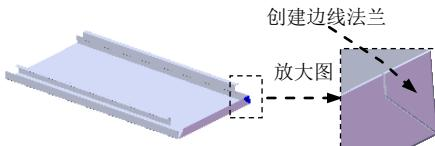
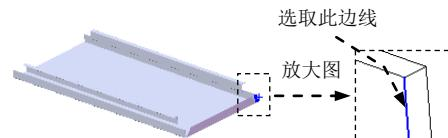

图 17.6.18 创建边线一法兰 10
图 17.6.19 定义特征的边线
Step10. 创建图 17.6.18 所示的边线一法兰 10。
- (1) 选择命令。选择下拉菜单 **插入(I)** → **钣金(B)** → **边线法兰(E)...** 命令，系统弹出“边线法兰”对话框。
- (2) 定义特征的边线。选取图 17.6.19 所示的模型边线为生成的边线法兰的边线。
- (3) 定义法兰参数。在 **角度(G)** 区域中的 **文本框** 中输入角度值 90.0。在“边线法兰”对话框 **法兰长度(L)** 区域的下拉列表中选择 **给定深度** 选项，在 **文本框** 中输入深度值 15.0。在此区域中单击“内部虚拟交点”按钮 。在 **法兰位置(N)** 区域中，单击“材料在外”按钮 .
- (4) 单击 按钮，完成边线一法兰 10 的创建。